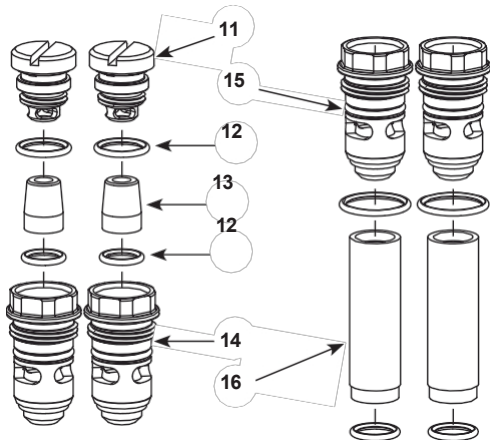

图 25 将 接头组装到流化管上
4. 参见图 25。组装止回阀 (13) 在更换流化管 (16) 之前，将 O 形圈 (12)、检修塞 (14) 和接头帽 (11) 安装在一起。完成后，将完整的接入塞 (15) 和其他 O 形圈组装到流化管 (16) 上。